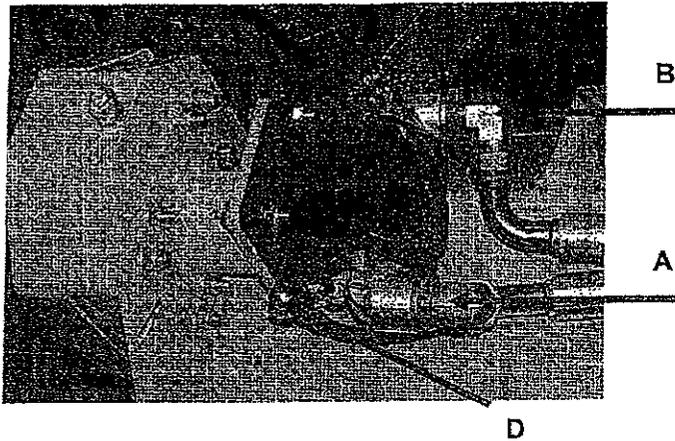

Fig 2.9.1. Coligaciones hidraulicas
- Coligar el tubo de envio de aceite al empalme A fig 2.9.1 para obtener el sentido de rotacion "HORARIO" como fig 2.9.2